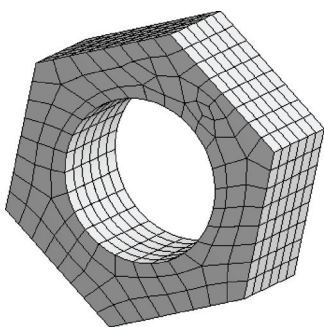

图 4-20 Relevance 为 0
1) 单击 Mesh，确认细节窗口中 Relevance 为 0，其余默认；单击工具栏中 Generate Mesh 按钮，生成的网格模型如图 4-20 所示。